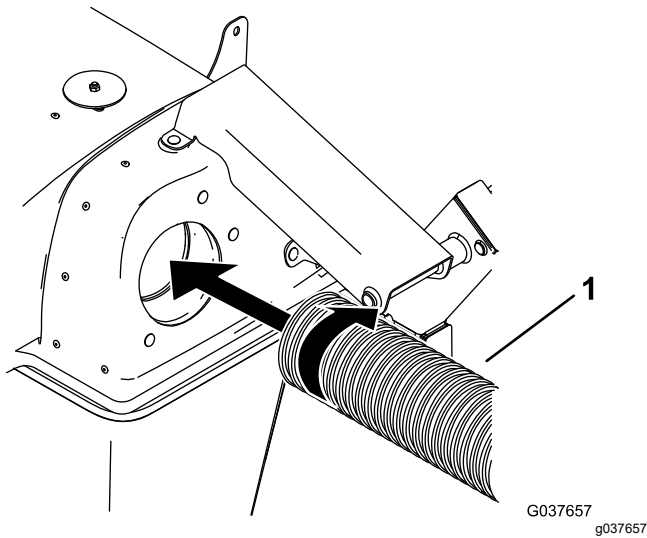

Figure 19
1. Vissez une extrémité du tube flexible dans le capot sur 2 à 3 filets (Figure 19).